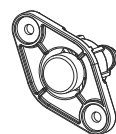

Afb. 9 – Waterslang aansluiten
- ▶ Sluit de watertoevoerslang (22) op een koudwaterkraan met 3/4"-schroefdraad aan (zie Afb. 9).